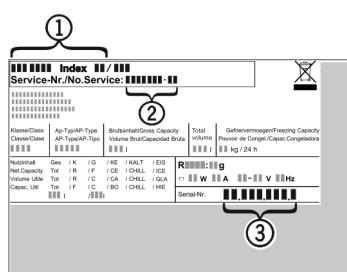

Fig. 10
- ▶ Назва пристрою Fig. 10 (1), сервісний номер Fig. 10 (2) та серійний номер Fig. 10 (3) вказані на табличці типів. Табличка типів знаходитьться всередині пристрою, зліва.
- ▶ Повідомте сервісну службу про характер неполадки, назву пристрою Fig. 10 (1), сервісний номер Fig. 10 (2) та серійний номер Fig. 10 (3).